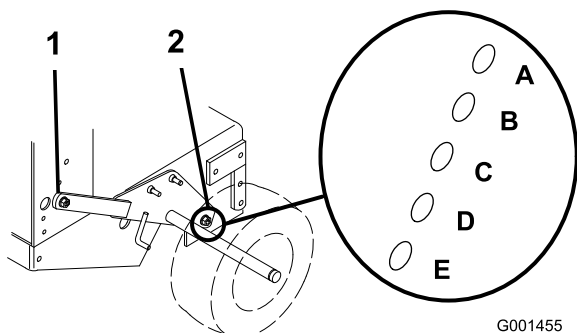

Figure 13
3. Desserrez, sans les enlever, les 2 boulons de pivot et les 2 boulons de réglage de l'essieu (Figure 13).
4. Placez un cric sous le bâti du moteur, au centre et à l'arrière. Soulevez l'arrière du bâti du moteur jusqu'à ce qu'il soit possible de déposer les 2 boulons de réglage de l'essieu avant (Figure 13).
5. Levez ou abaissez le bâti du moteur à l'aide du cric de sorte à pouvoir insérer les 2 boulons de réglage de l'essieu avant dans les trous voulus (Figure 13).